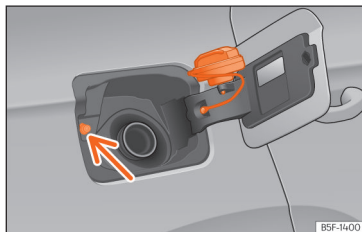

Abb. 236 Tankklappe mit aufgestecktem Tankverschluss.
Nicht den Taster für Tankdeckelverriegelung » » **Abb. 236** (Pfeil) berühren. Das System interpretiert ansonsten, dass der Tankvorgang beendet ist und ein weiteres Betanken ist nicht mehr möglich. Um weiter tanken zu können, drücken Sie erneut den Taster  in der Fahrertür.
- Platzieren Sie den Verschluss in der Aussparung, die sich im Scharnier der geöffneten Tankklappe befindet » » **Abb. 236.**